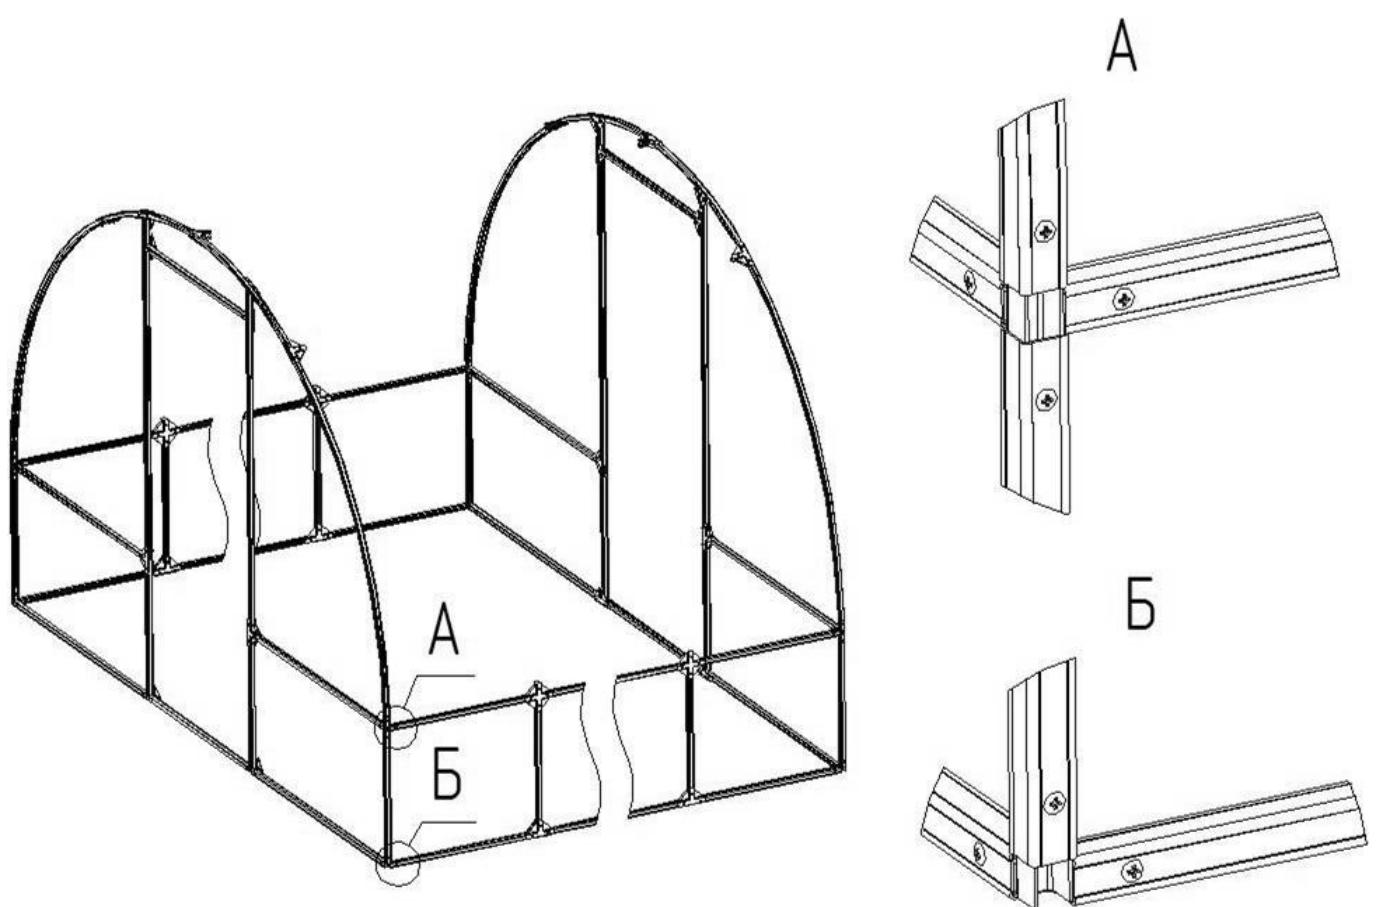

Рис. 3
6.3 Соедините боковые элементы с готовыми торцами (рис. 3), после чего установите на места крайние полуодуги. Далее устанавливается ряд боковых стрингеров 1, полуодуги средние 4 и завершающий ряд боковых стрингеров 1, замыкающих арку каркаса теплицы (рис. 4).